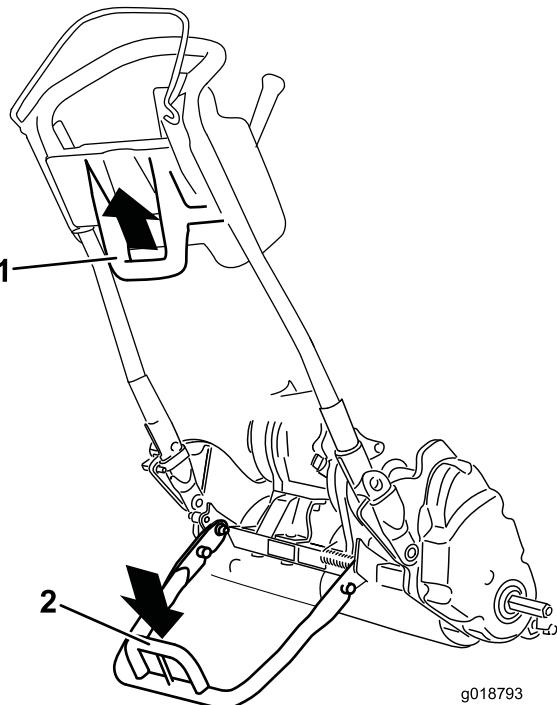

Figura 22
- Per utilizzare il cavalletto per montare le ruote di trasferimento, abbassatelo a terra e poggiate il piede sul suo occhiello mentre tirate verso l'alto e all'indietro la stegola centrale inferiore della macchina (Figura 22).